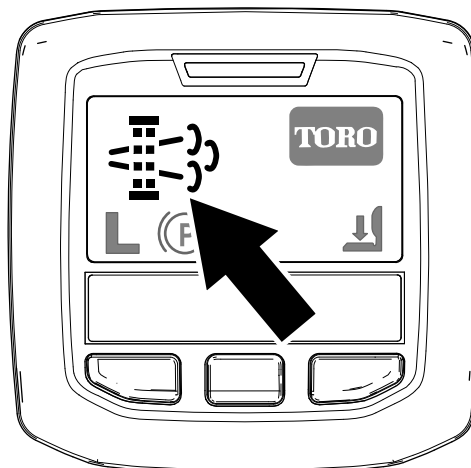

Figure 45
- L'icône de régénération en stationnement s'affiche dans l'InfoCenter (Figure 45).